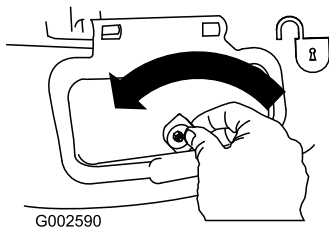

Figura 34
1. Desbloquee la puerta de descarga lateral (Figura 34).